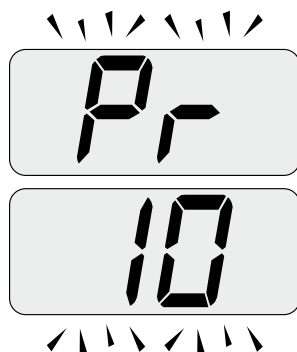

Figura 5.47
- Desplace los parámetros mediante los botones 17 o 18 hasta que aparezcan en la pantalla LCD las letras **Pr** alternadas con el código **10**, que indican la entrada en el "parámetro 13"(Figura 5.47).
- Pulsando simultáneamente los botones 16 y 17 (Figura 5.45) se sale sin modificar el valor (se vuelve a la lista de parámetros Figura 5.47)